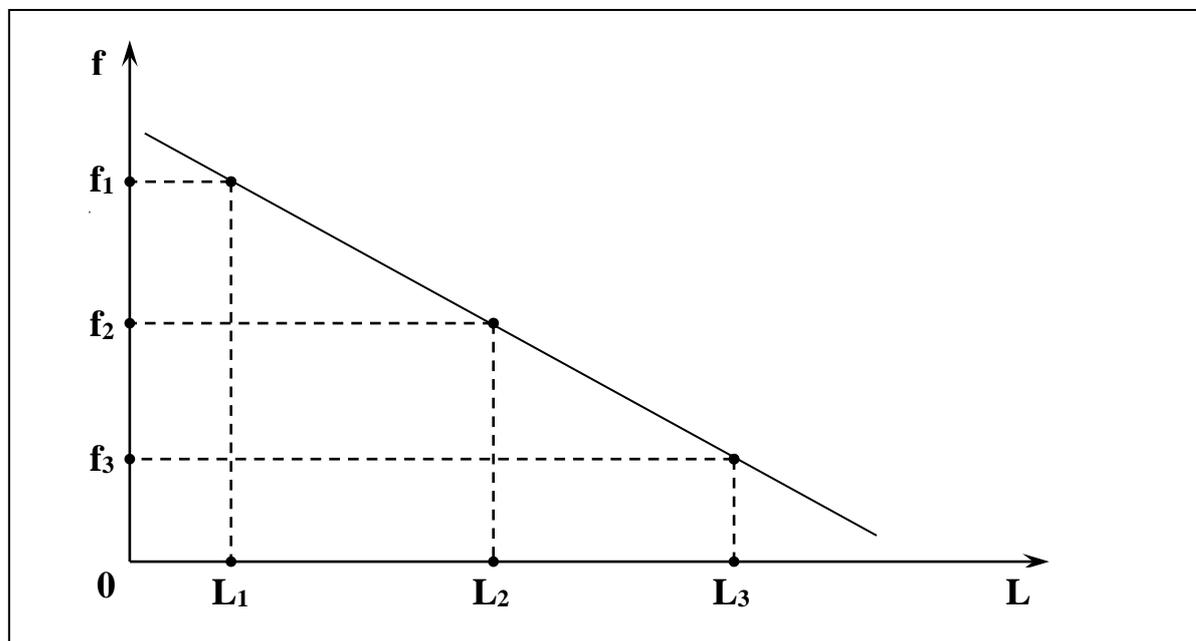

Рис. 11. Зависимость уровня от средней частоты следования импульсов.
Целью градуировки уровнемера является задание функциональной зависимости между входным параметром - средней частотой следования импульсов от БД и основным измеряемым параметром – уровнем. Зависимость реализуется с помощью кусочно-линейной аппроксимации (рис. 11).
2.3.3.3.2 Проверить правильность определения градуировочных точек путем построения графика (см. рис. 11). При переносе записанного архива в компьютер график градуировочной зависимости можно увидеть на экране. При желании его можно распечатать на принтере. Обратитесь к документу «Руководство пользователя. Программа ArcReaderPjt».